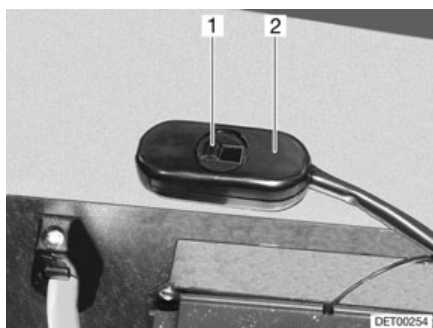

Fig. 186 Interrupteur réduction de la vitesse de rotation
L'interrupteur à curseur permet de régler la vitesse de rotation du circulateur (Fig. 186,2). Une faible vitesse de rotation réduit les bruits de fonctionnement de la pompe.
- Pousser l'interrupteur à curseur (Fig. 186,1) vers la droite. La puissance est réduite.